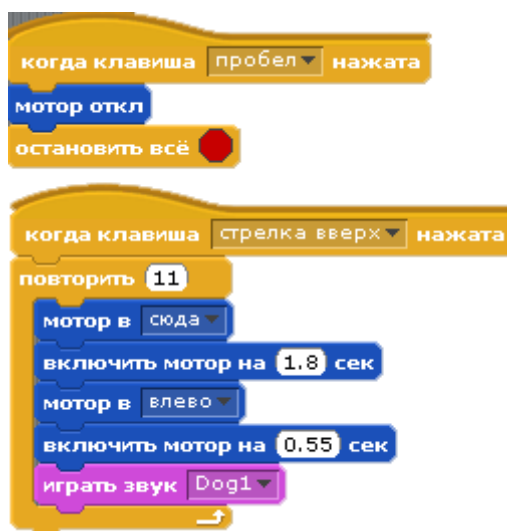

Рис. 49. Циклический алгоритм.
2. Используйте рис. 49, чтобы собрать скрипт.